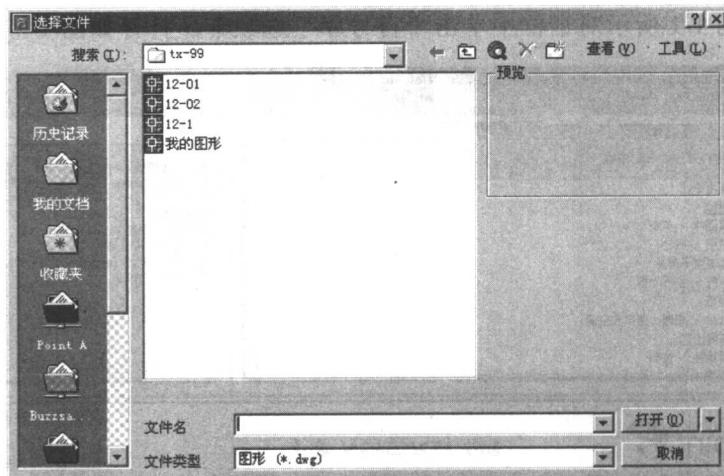

图 1-2
(1) 在如图 1-1 所示窗口中选择“浏览”选项，打开如图 1-2 所示对话框。